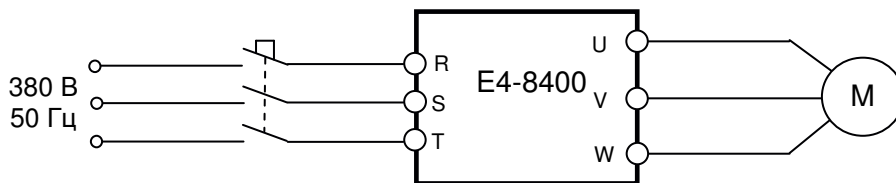

Рис.8.1.
- 8.2. Подключить к клеммам R, S, T преобразователя частоты сеть электропитания 380 В, 50 Гц, а к клеммам U, V, W электродвигатель (рисунок 8.1).